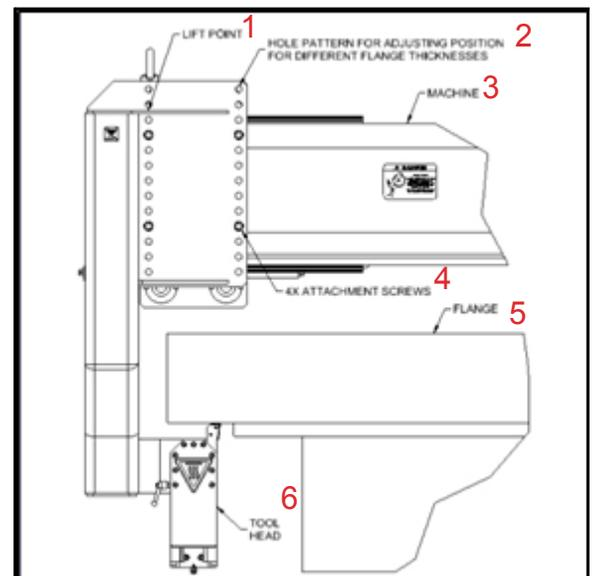

Рис. 3-43. НАСАДКА ДЛЯ ОБРАТНОЙ ПОДРЕЗКИ ТОРЦА ФЛАНЦА
3. Установите рычаг мехобработки с учетом диаметра фланца заготовки (см. рис. 3-43).